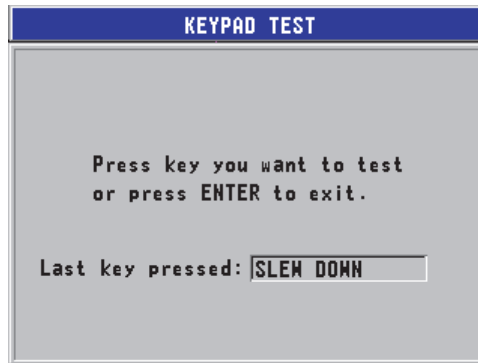

Figura 12-2 Tela KEYPAD TEST
4. Quando o **KEYPAD TEST** é selecionado, a tela **KEYPAD TEST** (veja Figura 12-2 na página 218), passa pelas seguintes etapas: